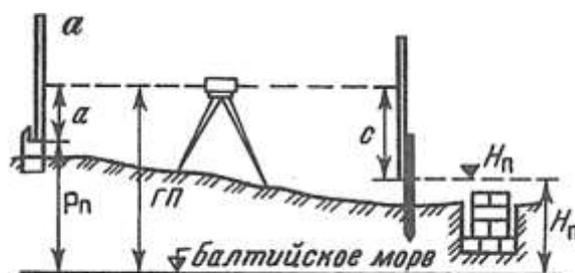

Рис. 1. Схема разбивки и контрольных высот фундамента
5. Выставьте проектную высоту верха фундамента на обноске (рис. 1), если высота репера $P_n = 52,267$, отсчет по рейке $a = 0552$, проектная высота фундамента $H_n = 51,523$.